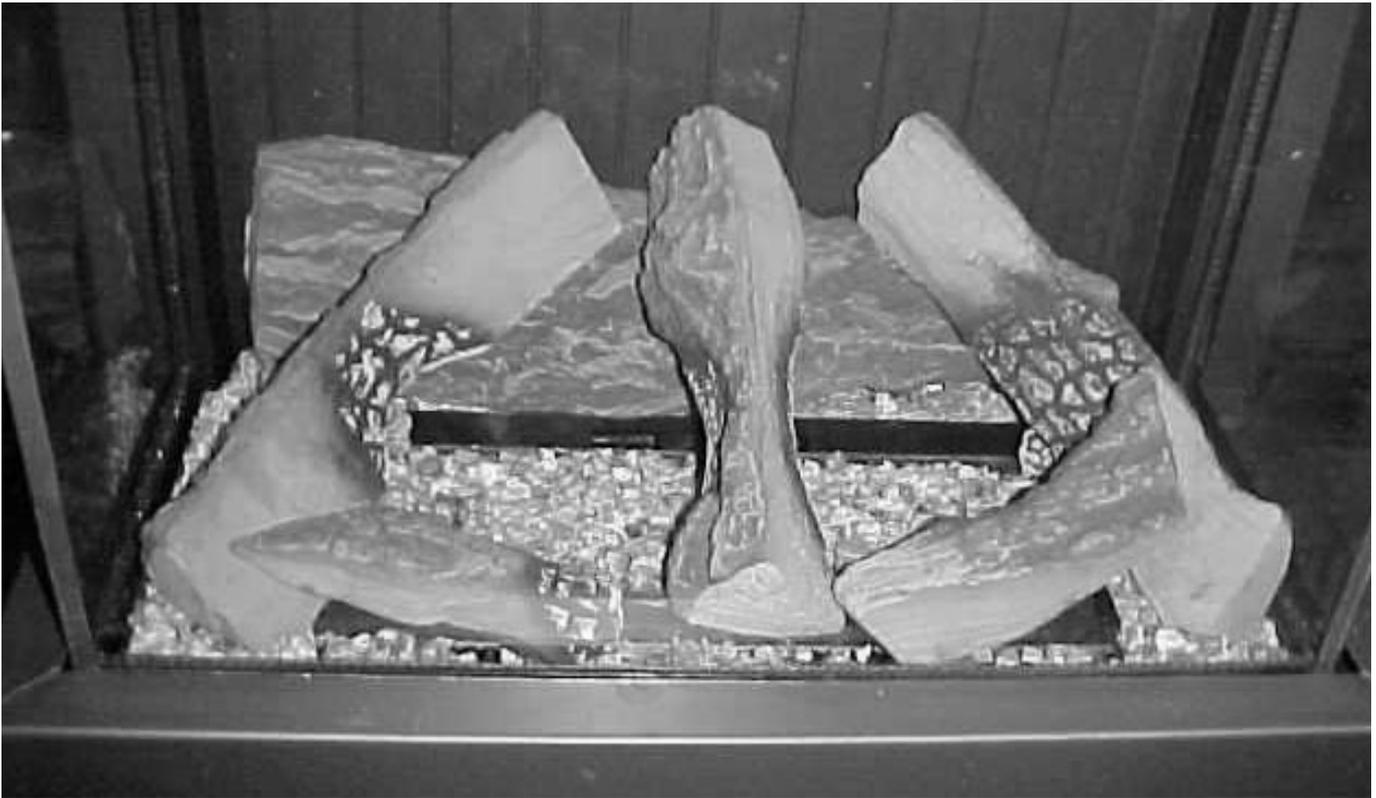

fig. 5
- Legg de øvrige kubbene på plass som vist i fig. 5.